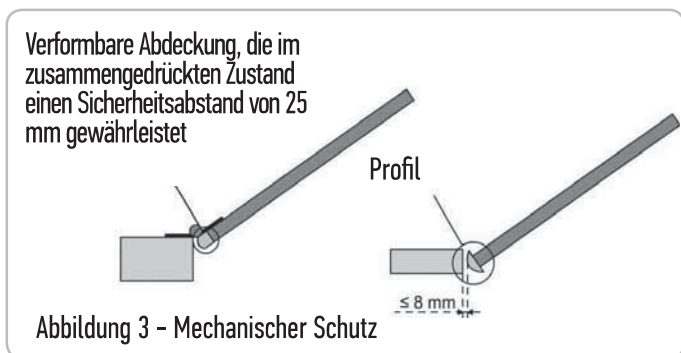
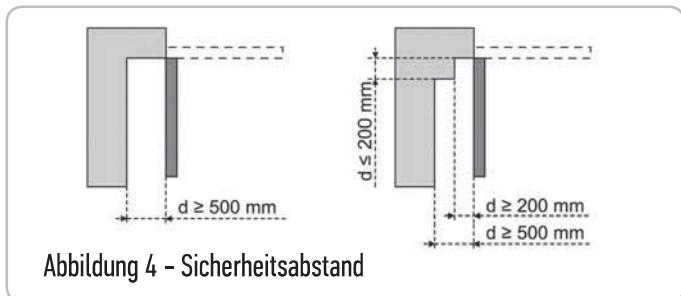

Abbildung 3 - Mechanischer Schutz
Abbildung 4 - Sicherheitsabstand
ZONE 2 Quetschgefahr an einem angrenzenden festen Bauteil	Hinderniserkennung durch den Antrieb. Es muss unbedingt geprüft und festgestellt werden, dass die Grenzwerte der Betriebskräfte und Reversierungszeiten gemäß Anhang A der Norm EN 12 453 eingehalten sind. Schutz durch eine mechanische Vorrichtung (siehe Abbildung 3) oder durch Sicherheitsabstände (siehe Abbildung 4)
ZONE 3 Gefahr von Schnitt- oder Quetschverletzungen beim Öffnen im Bereich fester angrenzender Bauteile	Am Tor alle Punkte beseitigen, an denen man hängen bleiben kann, und alle scharfen Kanten am Torblatt entfernen Alle Zwischenräume mit Breiten ≥ 8 mm oder ≤ 25 mm beseitigen Der Schutz gegen das Einquetschen mit einem angrenzenden Bauteil ist möglich: - Hinderniserkennung durch den Antrieb. Es muss unbedingt geprüft und festgestellt werden, dass die Grenzwerte der Betriebskräfte und Reversierungszeiten gemäß Anhang A der Norm EN 12 453 eingehalten sind. - durch Sicherheitsabstände (siehe Abbildung 4)
Torghöhe (Abb. 3)
3.1 Montagehöhe – Abb. 4